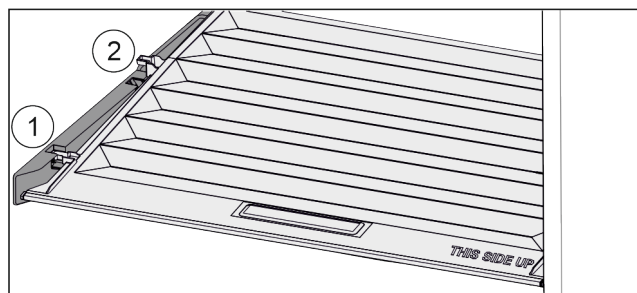

Fig. 104
- Deslice la tapa hacia delante hasta la abertura de las piezas de sujeción Fig. 104 (1).
- Levántela por detrás desde abajo y retírela tirando hacia arriba Fig. 104 (2).